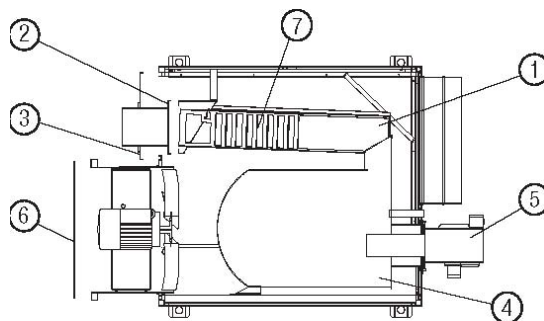

Рисунок 4.
Для эффективной работы нагревателя, теплообменник и камера сгорания должны, по мере необходимости, очищаться от накопившейся сажи. Сажа накапливается в том случае, когда недостаточна тяга дымовых газов, когда топливо низкого качества, когда горелка отрегулирована неправильно или, когда нагреватель перегревается (включается и выключается слишком часто). Если при включении нагревателя, он начинает вибрировать, возможно, накопилось много сажи. Чтобы добраться до теплообменника (1), снимите верхнюю панель(3), а затем панель дымовой коробки (2) и уберите перегородку(7). Чтобы добраться до камеры сгорания (4), снимите горелку (5). Смотри рисунок 4.